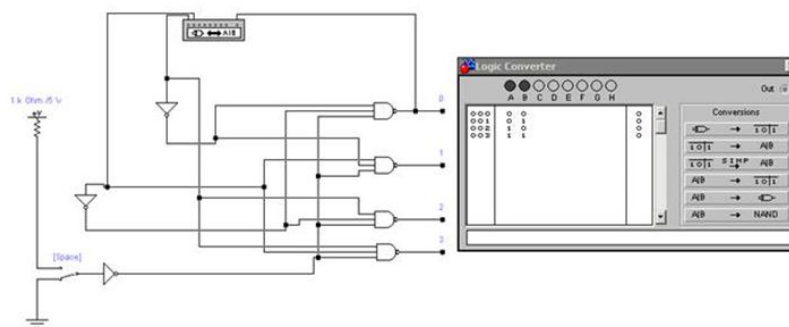

Рис.2. Дешифратор 2x4 на логических элементах.
2.1. Соберите схему дешифратора 2x4 на логических элементах в соответствии с рис. 2. Схема дешифратора 2x4 содержит три инвертора и четыре элемента 3И-НЕ; входы  $2^0$ ,  $2^1$ -адресные,  $G$ -вход разрешения (активный уровень сигнала логического нуля); выходы 0 – 3 – инверсные. В приведенном примере на рис.2, дешифратор имеет 2 входа, следовательно, максимальное количество выходов будет равно  $2^2=4$ .